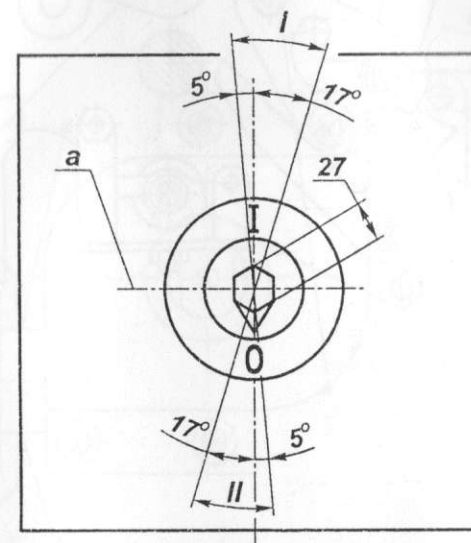
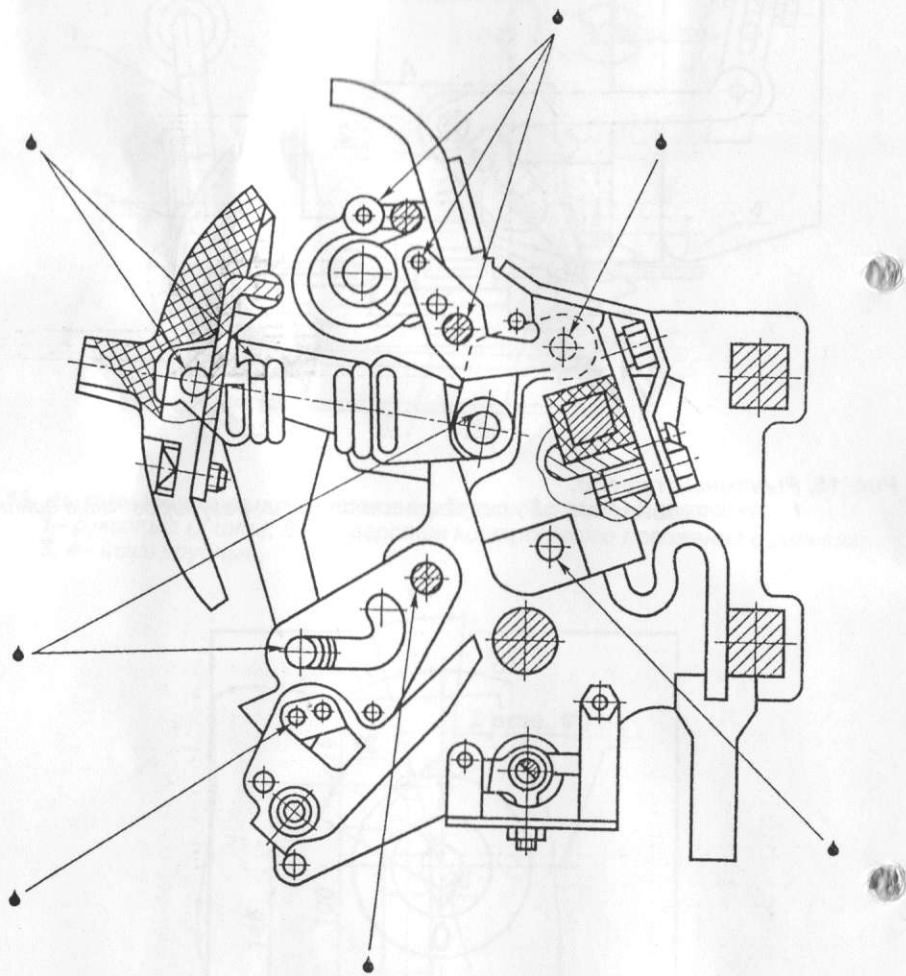

Рис. 16. Лицевая сторона электромагнитного привода.
Рис. 17. Карта смазки выключателей.
2. Смазка выключателей и электромагнитного привода должна производиться при проверке технического состояния выключателей в местах, указанных на рис. 17, 18 по 1...2 капли (в зависимости от величины трущейся поверхности) в каждое место смазки. Каждое место смазки, обозначенное на рис. 16, 17 цифрой 2, имеет симметрично расположенное второе место смазки.